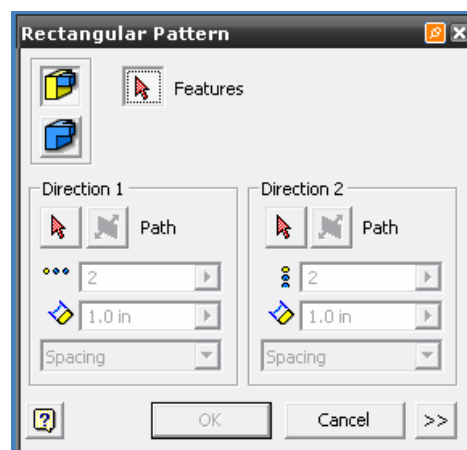

Figura 3.77 Cuadro de dialogo del comando RECTANGULAR PATTERN.
- Ahora seleccione el comando RECTANGULAR PATTERN, de su menú PART FEATURES, un cuadro de dialogo surgirá en su área de trabajo, figura 3.77.